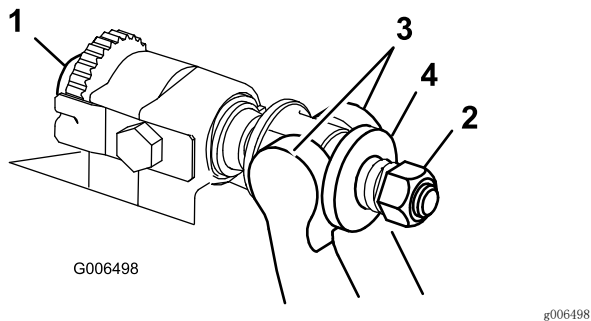

图29
1. 逆时针旋转底刀架调节螺丝，将底刀后撤离开滚刀（图29）。
2. 退出弹簧加压螺母，直到垫圈不再对底刀架（图29）施压。